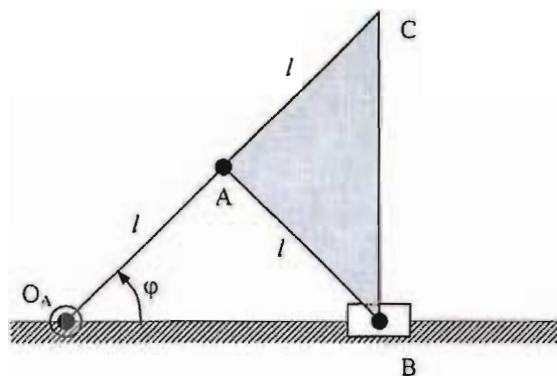

Figura 1
- Determinar y representar en la figura 1 la base y la ruleta del movimiento absoluto del elemento biela AB.